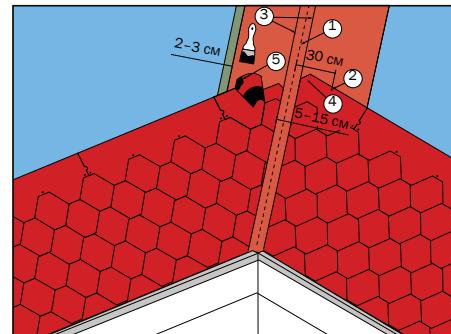

Рис. 18
Рядовая черепица укладывается поверх ендового ковра и монтируется в хаотичном порядке до линии подреза (3) в сторону оси ендовой (1) (рис. 18). Каждая черепица дополнительно фиксируется с помощью кровельных гвоздей в верхней части (2). Не следует прибивать специальные гвозди на расстоянии ближе 30 см от центральной оси ендовой (1). Так собираются две поверхности ската относительно ендовой. После чего при помощи шнурки (отбивки) отбиваются две меловые линии (3). Затем рядовая черепица прорезается по линии 3. При этом необходимо подкладывать специальную дощечку, чтобы не повредить целостность гидроизоляционного ковра. Для отбоя воды в ендove необходимо подрезать каждую черепицу (4) и промазывать битумной мастикой ТехноНИКОЛЬ с тыльной стороны на величину 10 см в местах отсутствия самоклеющегося слоя (5).
Сначала монтаж рядовой черепицы выполняют на малоуклонном скате с нахлестом на более крутой скат на величину не менее 30 см (рис. 18). Каждая черепица дополнительно фиксируется с помощью кровельных гвоздей в верхней части (2). Не следует прибивать спе-